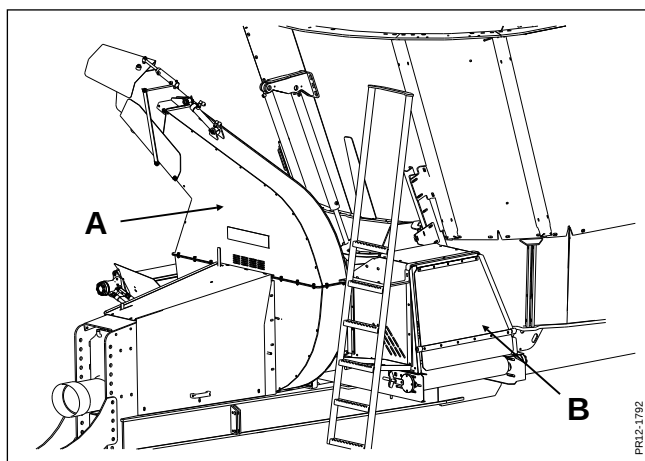

Fig. 2-1
Fig. 2-1 KONGSKILDE's løsning er helt unik og patenteret. Det unikke er, at såvel halmbløser (A) som udfodring via tværbånd (B) er placeret forrest, hvilket giver et ideelt overblik.